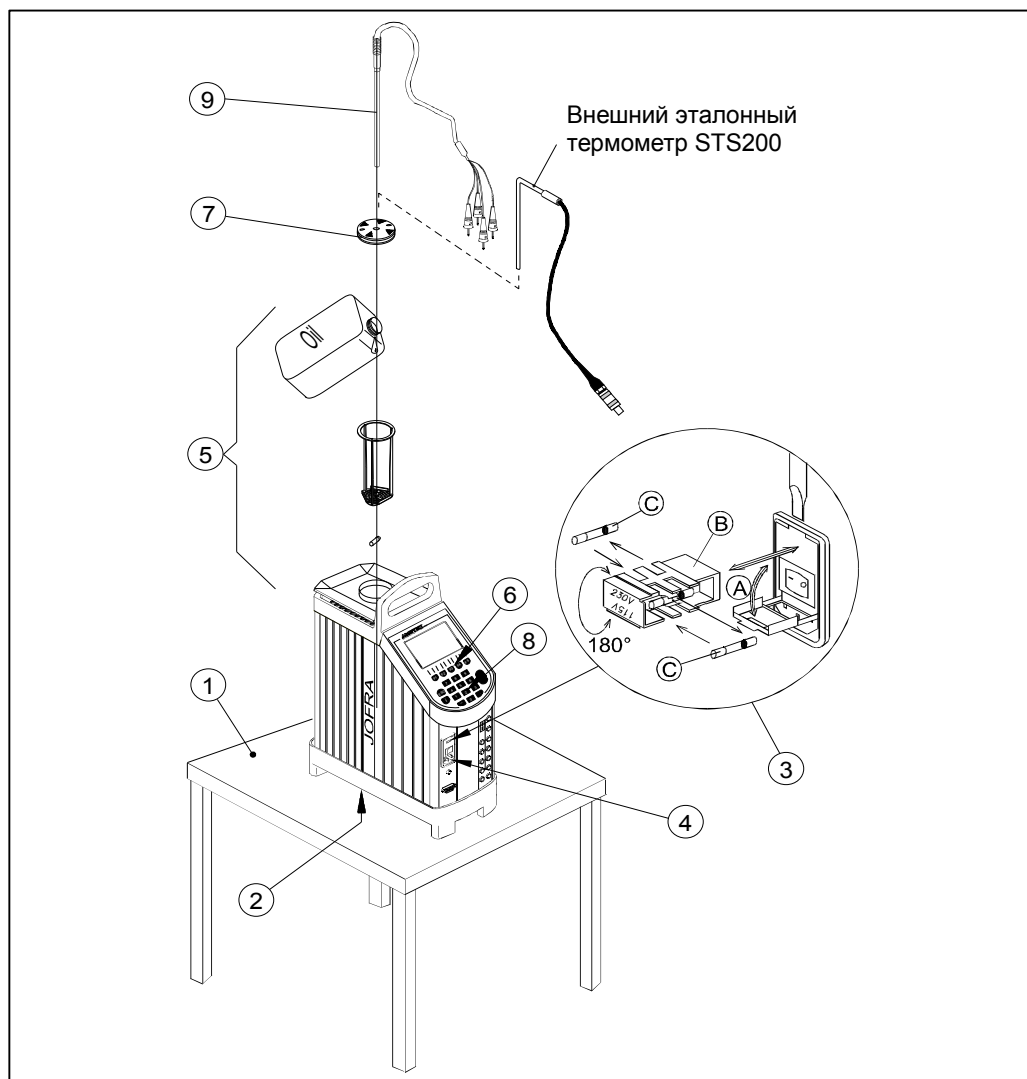

Рис. 4
- ② Обеспечьте свободный доступ воздуха к вентилятору, расположенному в нижней части прибора. Вблизи калибратора не должно быть сквозняков, грязи, горючих материалов и т.п.
- ③ Убедитесь, что значение напряжения над тумблером питания соответствует сетевому напряжению. Это значение следует изменить, если оно отличается от напряжения сети (рис. 4):
- ④ Обеспечьте заземление прибора и подключите кабель питания к гнезду под тумблером питания.
- ⑤ Поместите детали из комплекта для жидкостного термостата в сам термостат в следующем порядке: